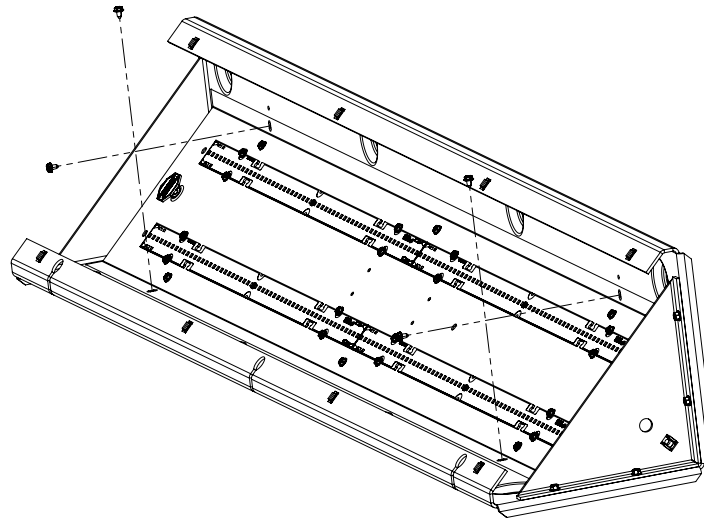

Figure 2.
Étape 3. Retirez les 4 vis blanches du réflecteur. Conservez les vis; vous en aurez besoin pour réinstaller le réflecteur. (Figure 2)